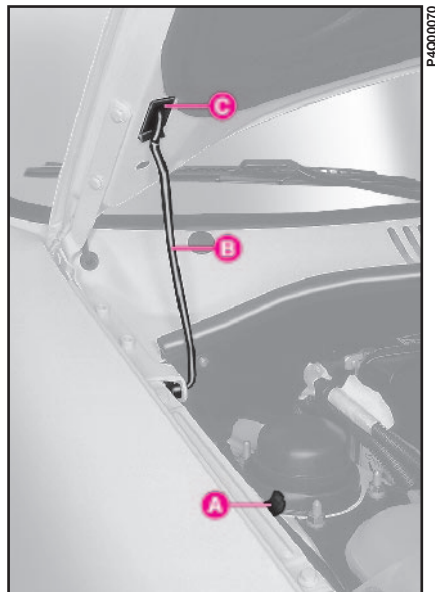

fig. 76
1) mantenga levantado el capó con una mano y, con la otra, quite la varilla **B**-fig. 76 del alojamiento **C** y colóquela en su dispositivo de bloqueo **A**;